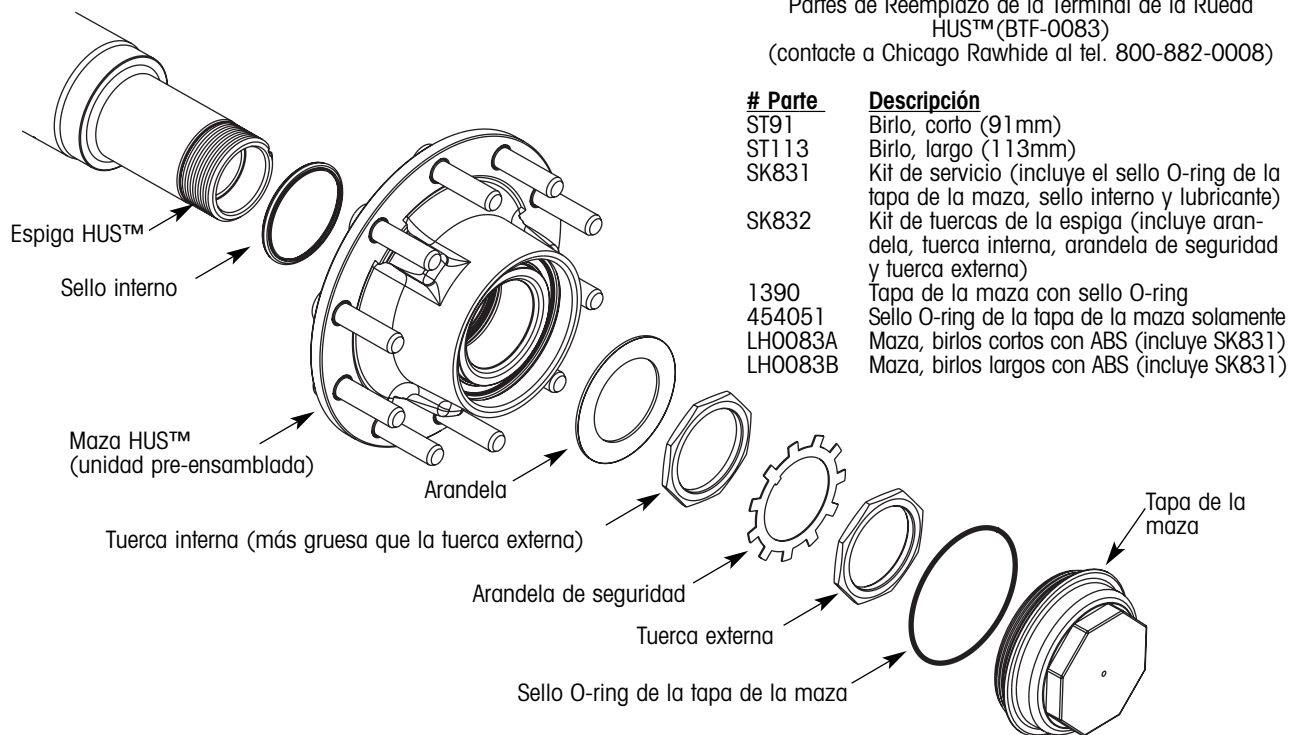

Figura 64. Identificación de partes de la terminal de la rueda HUS™
La maza HUS™ (figura 64) es un ensamble permanentemente sellado y lubricado diseñado para ayudar a reducir el mantenimiento de la terminal de la rueda.
6. Remueva la tuerca externa de la espiga, arandela de seguridad, tuerca interna de la espiga y la arandela (todas las partes pueden ser vistas en la figura 64). Tenga cuidado cuando remueva la tuerca interna de la espiga para prevenir daños al sello externo de la maza.